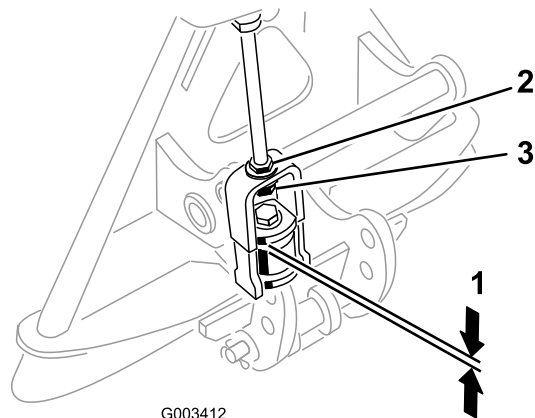

Figure 13
sur l'ensemble biellette pour modifier l'écartement (Figure 13).
- Après avoir monté et fixé le râteau au groupe de déplacement, mesurez l'espace entre la rondelle supérieure et l'entretoise dans l'ensemble biellette sur l'adaptateur d'accessoire, comme illustré à la Figure 13.
La rondelle et l'épaulement ne doivent pas être espacés de plus de 1,5 à 2 mm (Figure 13).